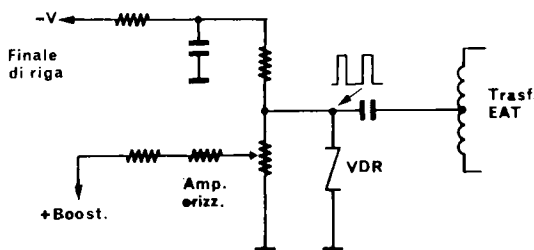

Fig. 7.14.3 - Circuito di regolazione automatica dell'ampiezza orizzontale nei TV a valvola con impiego di VDR.
**V.D.R. (voltage dependent resistor), o varistore** - Si tratta di un elemento resistivo il cui valore dipende dalla tensione ai suoi capi. In particolare, il valore della VDR diminuisce all'aumentare della tensione ai suoi capi e, viceversa, aumenta quando la stessa tensione diminuisce. Una tipica applicazione è quella che fa la funzione di un diodo nel controllo automatico di ampiezza nei televisori a valvole. In questo caso, la VDR è alimentata con una tensione pulsante fortemente asimmetrica (vedi fig. 7.14.3).